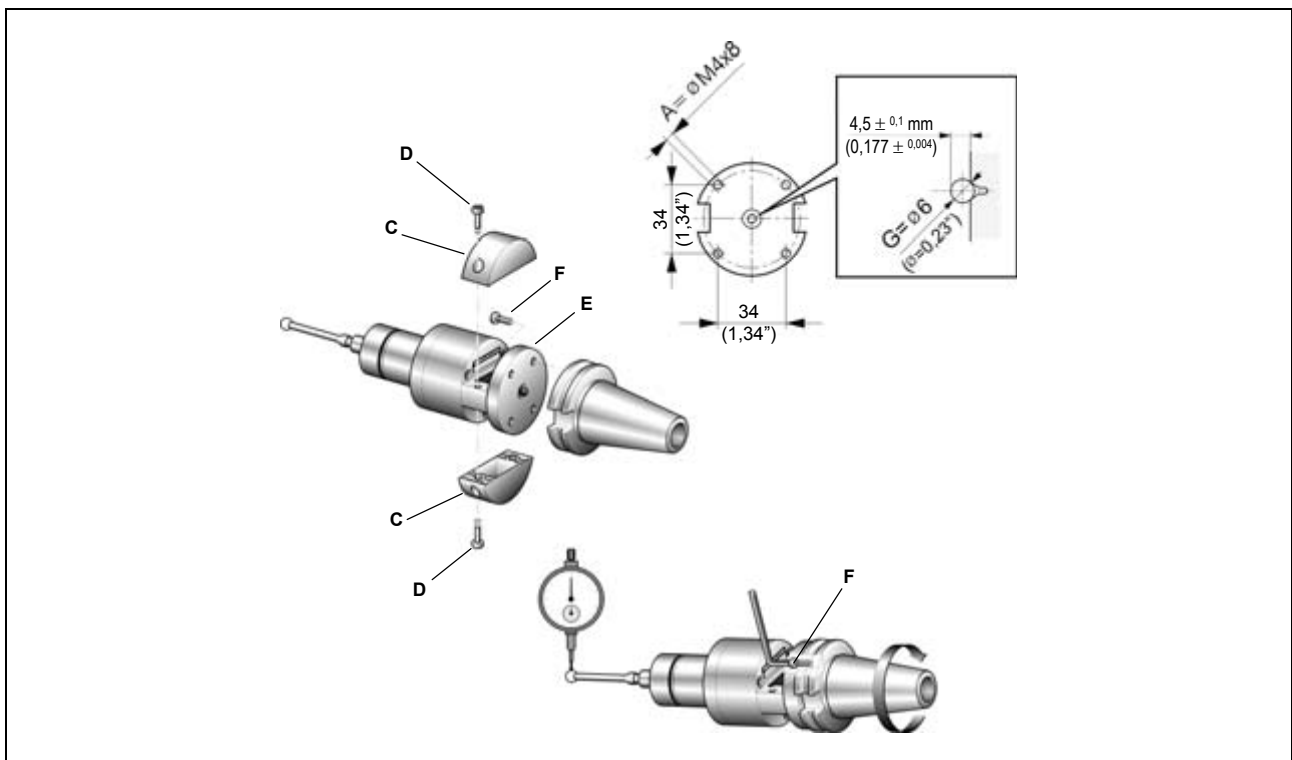

Figura 12-1
- Retirar las tapas batería (C) del transmisor - tornillos (D) - para acceder a los cuatro orificios (E) en la brida. La fijación con brida estándar puede efectuarse de dos distintas maneras:
- Efectuar en el cono cuatro orificios roscados M4x8 (A) y una avellanadura central (B) como indica la Figura 12-1.
- Insertar entre el transmisor y el cono la esfera (G) $\varnothing 6$ mm suministrada con el equipo.
- Fijar el transmisor al cono por medio de los cuatro tornillos (F).